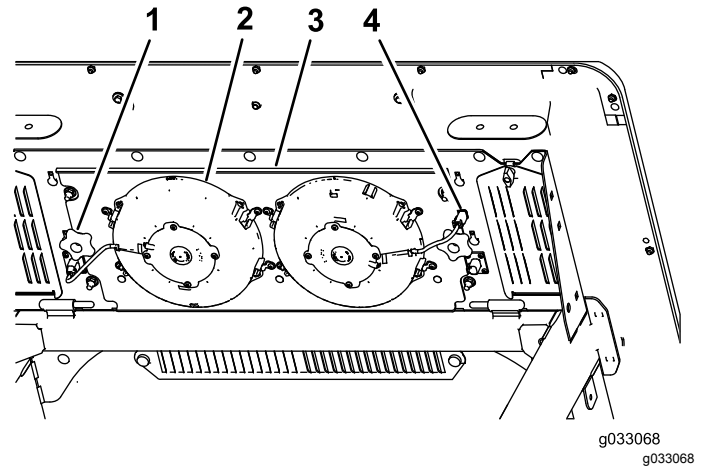

Figure 94
- Languette (4)
- Débranchez le connecteur et le câble d'alimentation des ventilateurs de la prise (Figure 94).
- Bouton (2)
- Ventilateur (2)
- Connecteur et câble (2)
- Retirez les 2 boutons qui fixent le panneau de ventilateurs et les ventilateurs sous le haut de la cabine (Figure 94) et déposez l'ensemble.